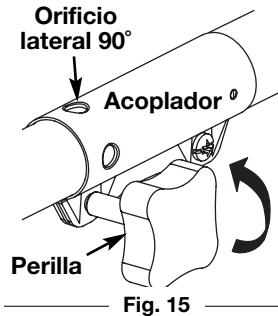
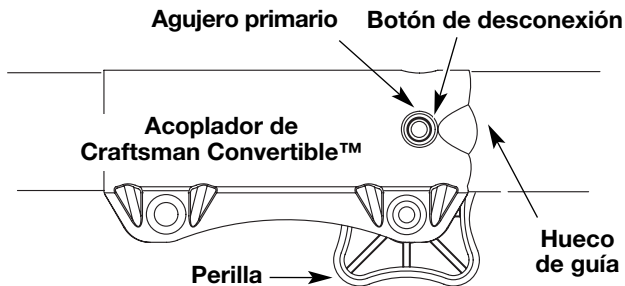
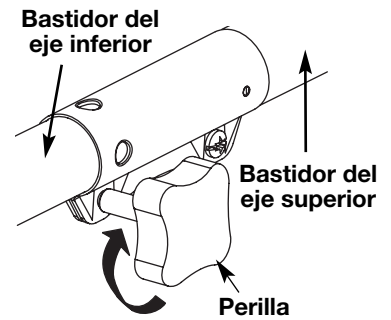

Fig. 15
Fig. 16
Fig. 17
2. Gire la perilla en sentido antihorario para aflojarla (Fig. 15).
3. Oprima y sostenga el botón de desconexión (Fig. 16) y gírelo con firmeza 90° en cualquier dirección (según el modo en que quiere recortar el borde) (Fig. 15).
4. Dé vuelta a la perilla a la derecha para trabar el acoplador (Fig. 17).
2. De vuelta a la perilla a la izquierda para aflojar el acoplador (Fig. 15).
3. Mientras que firmemente sostiene el accesorio, empújelo derecho en el acoplador hasta el botón liberador (Fig. 16) se encaja a presión hacia el agujero primario (Fig. 16). El agujero primario está en el lado opuesto del acoplador de la perilla (Fig. 16). La alineación del botón de desconexión con el hueco de guía facilitará la instalación (Fig. 16).
**PRECAUCIÓN:** Antes de operar esta unidad, cerciórese de que el botón de liberar esté completamente trabado en el agujero primario (Fig. 16), y que la perilla (Fig. 17) esté bien apretada.
3. Oprima y sostenga el botón de desconexión (Fig. 16).